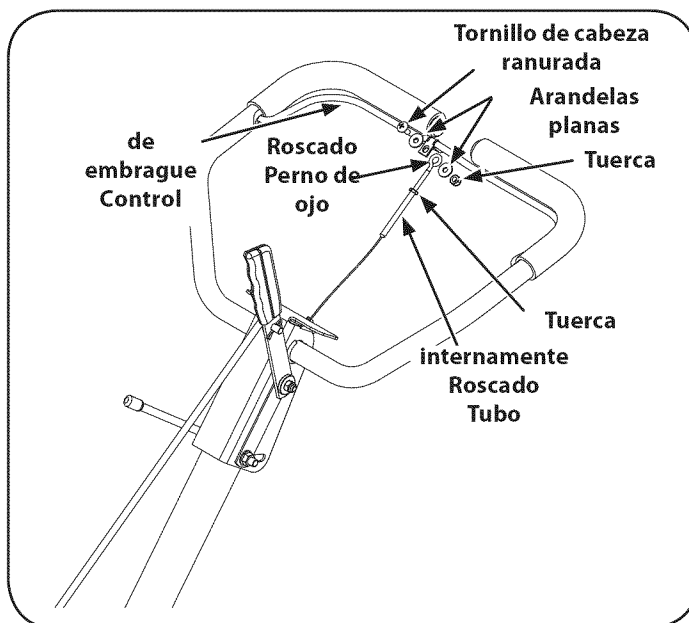

Figura 6
4. Si la correa gira sin el control de embrague conectado, ajuste desenroscando algunas vueltas en el sentido de las agujas del reloj (parado en la posición del operador) el tubo con rosca interna y luego volviendo a ajustar la tuerca contra el tubo. Vea la Figura 6.
7. Si las ruedas no giran cuando la cultivadora está en marcha hacia adelante, ajuste desenroscando algunas vueltas en sentido contrario a las agujas del reloj (parado en la posición del operador) el tubo en el extremo del cable y luego volviendo a ajustar la tuerca contra el tubo. Vea la Figura 6.